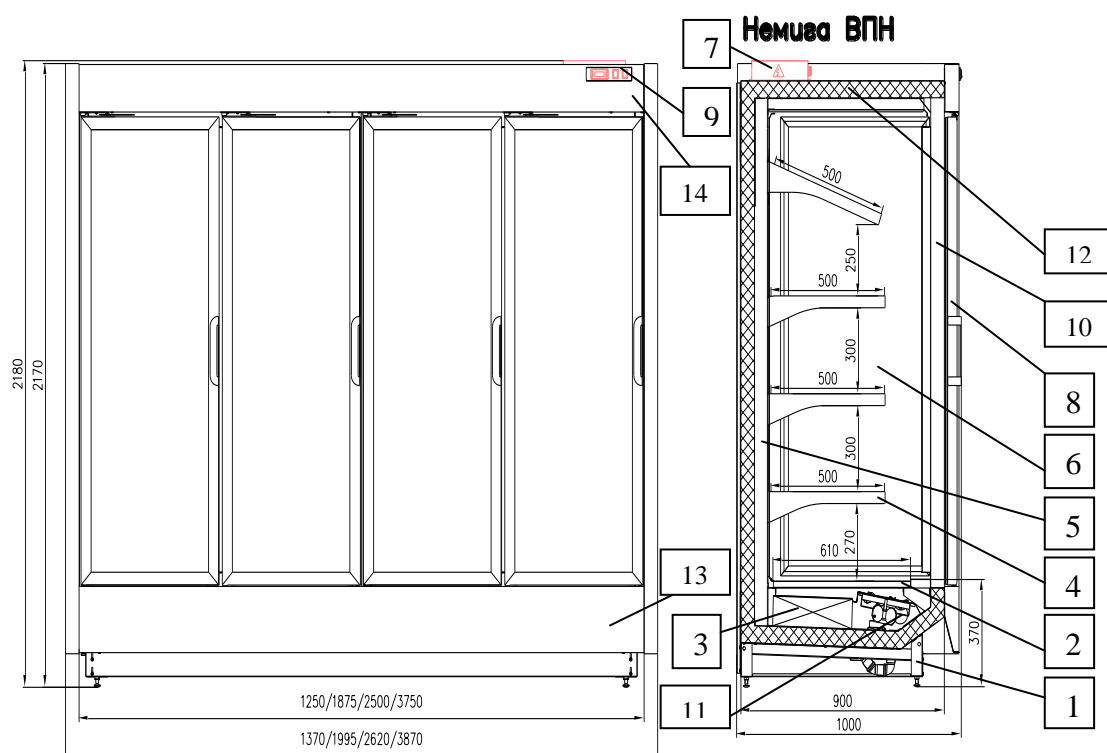
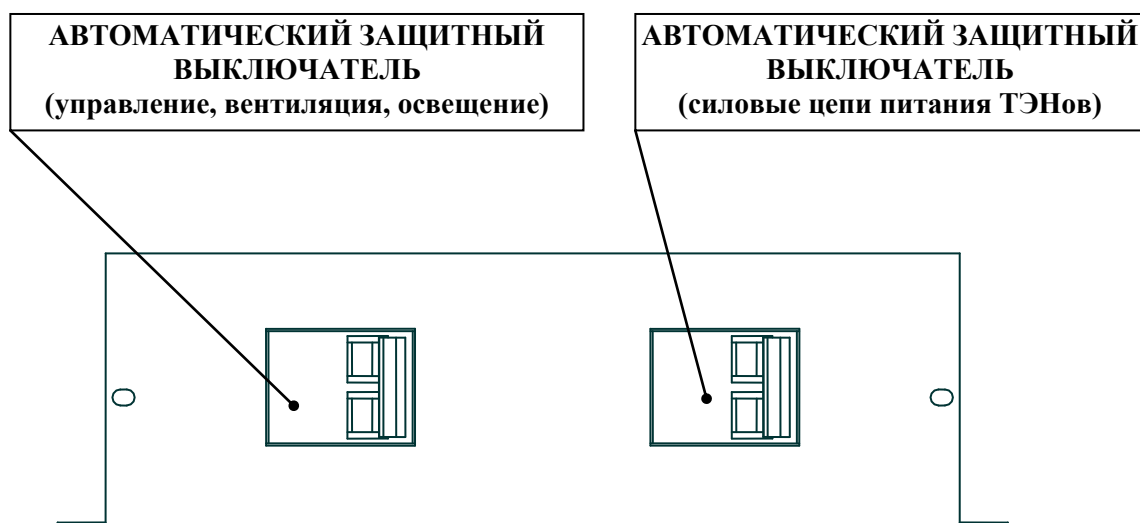

Рис. 1. Схема витрины «НЕМИГА» П2 ВН:
Рис. 2. Распределительный блок витрины «HEMIGA» П2 ВН
Витрина «НЕМИГА» П2 ВН состоит из корпуса, подставки, боковых панелей (левой и правой), холодильной и электрической систем, навесных полок, дверей (см. рис. 1).
- Электрическая система включает в себя панель управления, распределительный блок, нагревательные элементы (для электрической оттайки испарителя), панель вентиляторов испарителя, встроенный светильник. На панели управления, расположенной сверху витрины, находятся выключатели питания и освещения, электронный регулятор (контроллер). Распределительный блок электрооборудования с автоматическими защитными выключателями располагается сверху на корпусе витрины (см. рис. 1, рис. 2).